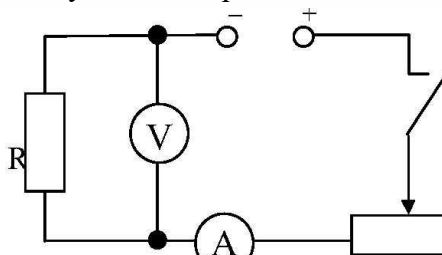

Рис.1.
2. Составьте электрическую схему согласно рис.1 и снимите показания приборов: